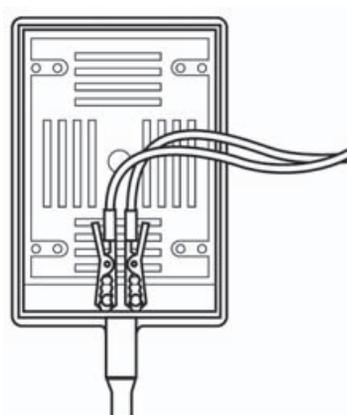

図 5-6 プローブコネクタのリード線接続部分
- b 図 5-6 に示されるように、プローブコネクタの刻み付き六角穴付きねじに赤色リード線を接続します。